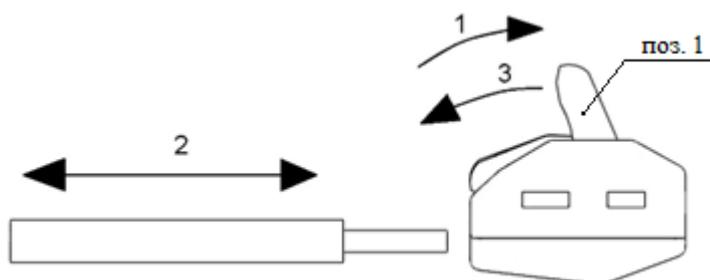
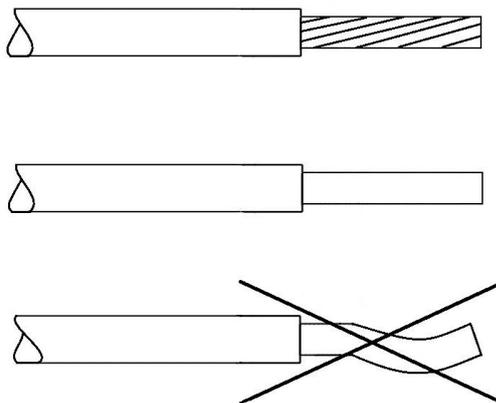

Рисунок 5 — Схема монтажа и демонтажа клеммы серии 221 и 222
Рисунок 7 — Разрешенные к использованию типы проводов для серий 221 и 222
*При монтаже обязательно соблюдать разрешенные типы проводов (рисунок 7).*
9.1.3 Подготовленный провод (рисунок 7) завести в монтажное отверстие (действие 2, рисунок 5).
Разрешено использовать многожильные и одножильные типы проводов. Не разрешается использовать провода с нарушенной геометрией целостностью изоляции (рисунок 7).